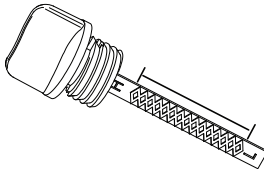

Figura 4-2. Intervalo de funcionamiento seguro
4. Enrosque la varilla de medición dentro de la garganta de llenado. Retire la varilla de medición y verifique si el nivel de aceite está dentro del intervalo de funcionamiento seguro. Vea la Figura 4-2.